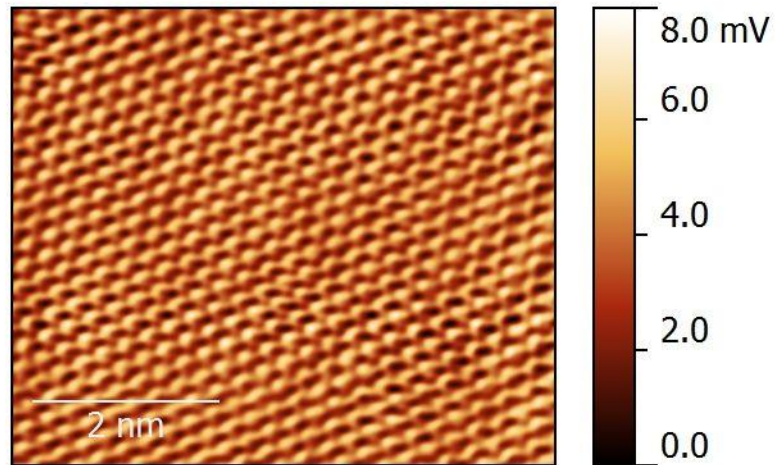

Рис.6 СЗМ-изображение поверхности пиролитического графита
7. По данным СЗМ (рис. 6) определите, в каком режиме получено изображение методом туннельной микроскопии: в режиме постоянного тока или в режиме постоянной высоты? Оцените период кристаллической решетки пиролитического графита.